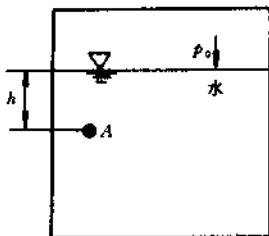

图 2-8 水箱内压强计算
**【例 2-2】** 有一封闭水箱如图 2-8 所示，自由液面上气体绝对压强  $p_0$  为 68.6kPa。(1) 求液面下深度  $h=1m$  处 A 点的绝对压强、相对压强及真空压强。(2) 当 A 点的相对压强为 10kPa 时，A 点在液面下的深度  $h$  为多少？
**【解】** (1) 由式(2-5)，A 点的绝对压强：